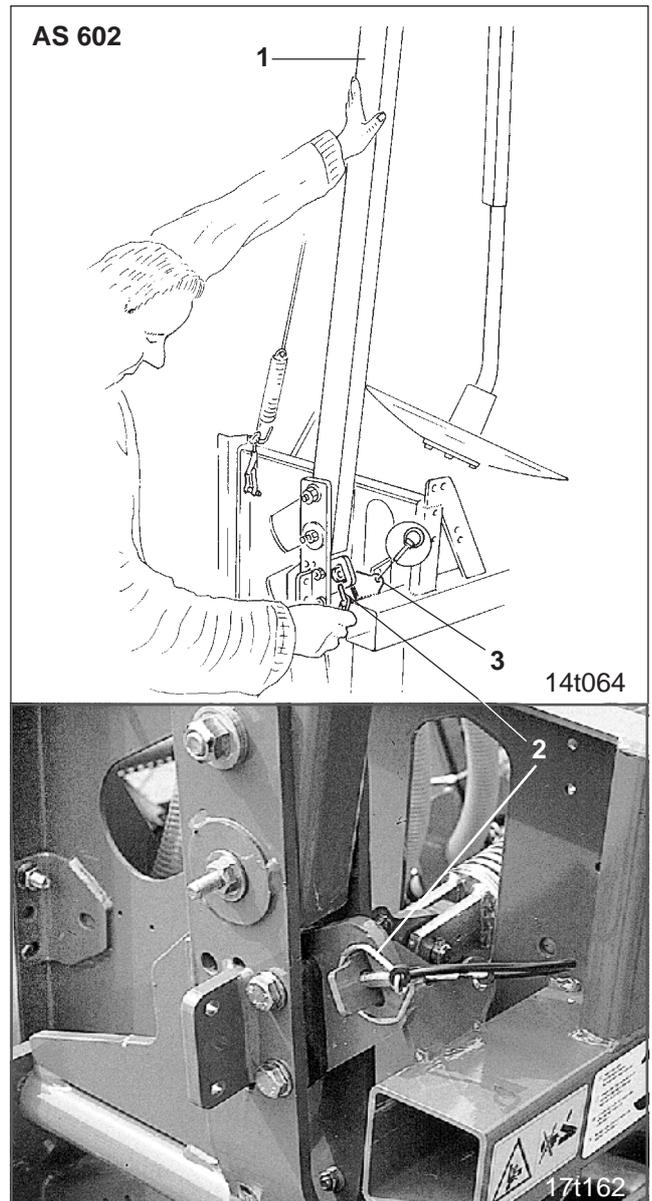

Fig. 24.7
Jeder Spuranreißerausleger (Fig. 24.7/1) ist zum Transport mit einem Klappstecker (Fig. 24.7/2) befestigt.
- Spuranreißer-Ausleger (Fig. 24.7/1) festhalten und Klappstecker (Fig. 24.7/2) (erforderlich zum Transport) entfernen
- Klappstecker (Fig. 24.7/2) bei Nichtgebrauch in der Lasche (Fig. 24.7/3) abstecken.
Nach Entfernen des Klappsteckers (Fig. 24.7/2) neigt sich der Spuranreißerausleger leicht zur Seite.
Vor dem Transport sind die Spuranreißerausleger in umgekehrter Reihenfolge an der Maschine zu befestigen und mit Klappsteckern (Fig. 24.7/2) zu sichern.
Zum Transport sind die Spuranreißer hochzuklappen und mit je einem Klappstecker (Fig. 24.7/2) zu sichern!